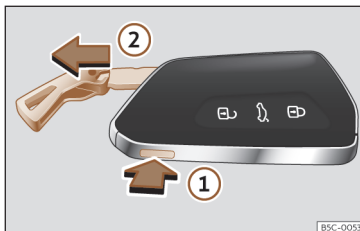

Fig. 79 Clé du véhicule : retirer le panneton.
- Appuyez sur le bouton >>> fig. 79 (1) pour faire sortir l'anneau comme un porte-clés et pouvoir retirer le panneton (2). Si vous appuyez légèrement sur l'anneau, il restera fixe comme un porte-clés.
- Appuyez sur le bouton >>> fig. 79 (1) pour déverrouiller. Maintenez le bouton enfoncé (1) tout en tirant sur l'œillet dans le sens de la flèche >>> fig. 79 (2) pour extraire entièrement le panneton.